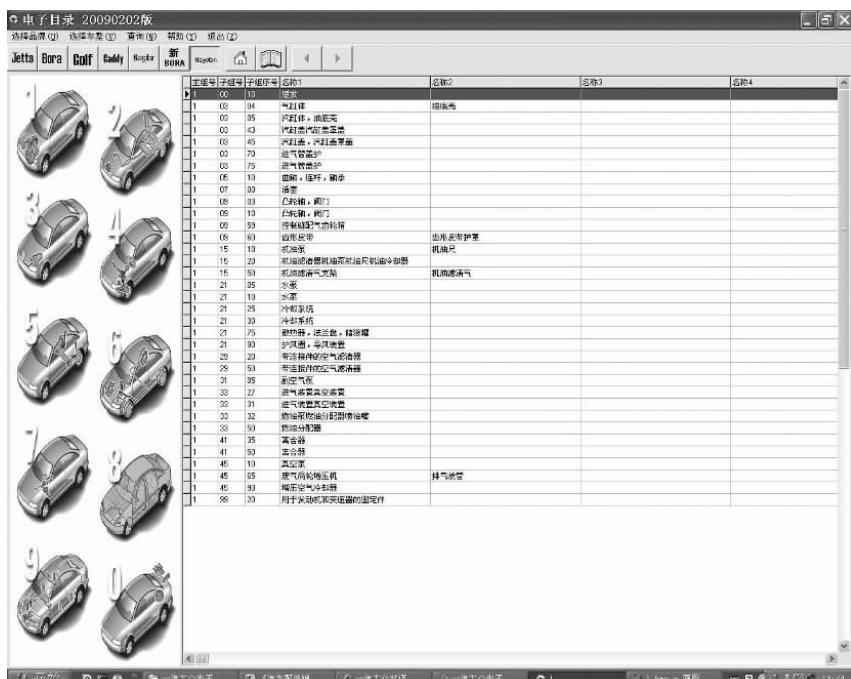

图 2-17 选择迈腾发动机系统所显示的界面
⑤ 点击发动机系统，电子目录将显示该系统所包含的所有的配件的属性（见图 2-17）。